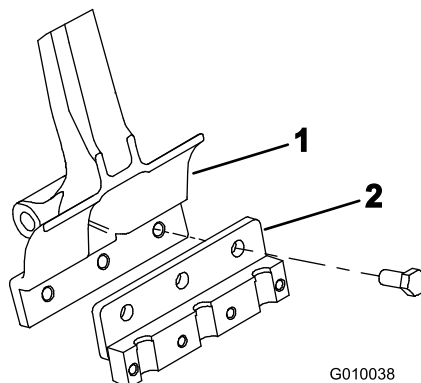

Bild 22
2. Befestigen Sie einen Tines-Halter mit drei Schrauben (1/2" x 1-1/4") an jedem Tines-Arm (Bild 22). Ziehen Sie die Schrauben mit 101,6 Nm an.